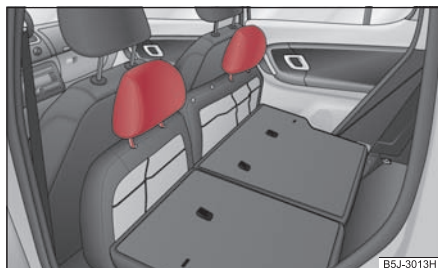

Fig. 70 Scaunele din spate:
- Tetierele se pot introduce în orificiile corespunzătoare ale banchetei rabatate ⇒ pagina 67, fig. 70.